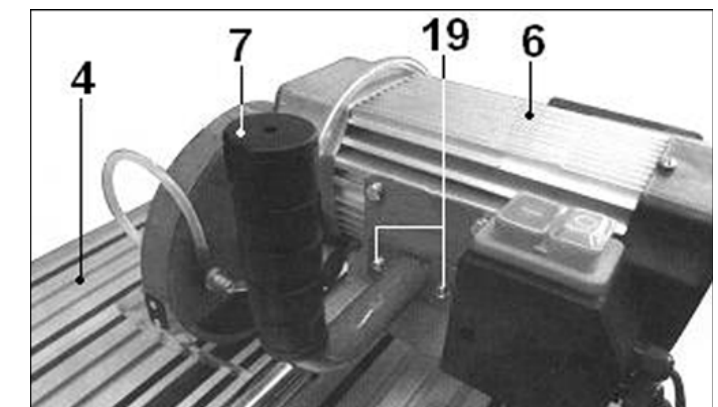

Рис. 5
9.2. Установка рукоятки (Рис. 5)